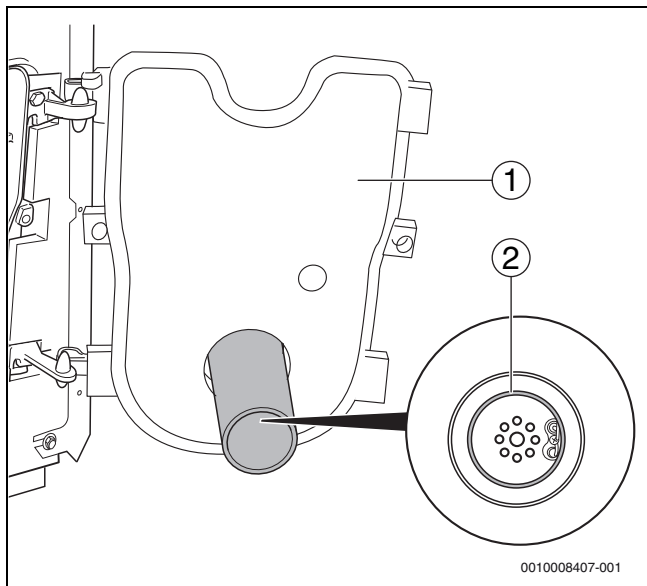

Рис. 45 Проверка правильной установки уплотнения
- ▶ При открытой дверце горелки (→рис. 45, [1]) проверьте правильность установки уплотнения (→рис. 45, [2]).
- ▶ Закройте дверцу горелки (→рис. 45, [1]) и затяните крепёжные винты дверцы (момент затяжки около 10 Нм).